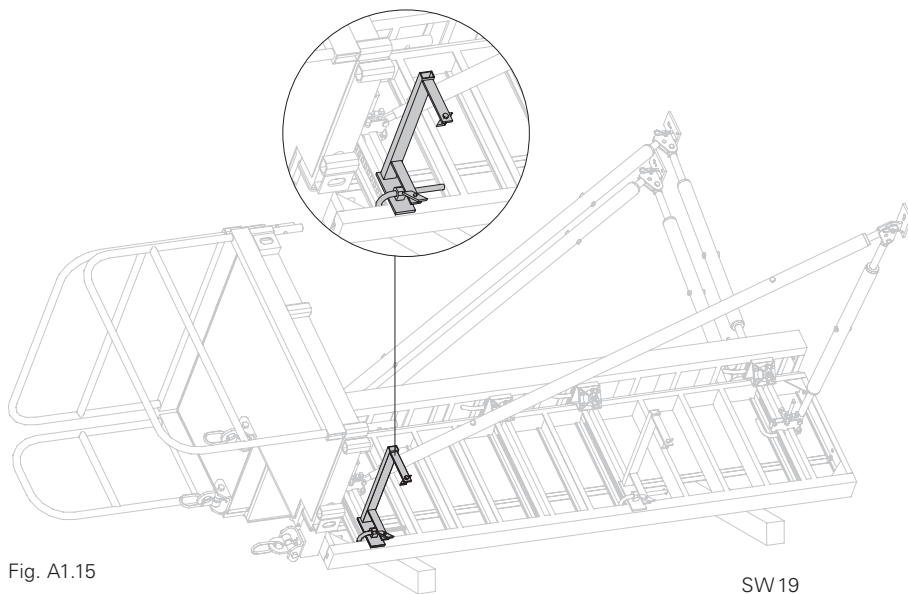

Fig. A1.15
1. Posizionare l'attacco scala sul telaio e fissarlo con perni nel profilo forato. (Fig. A1.15)